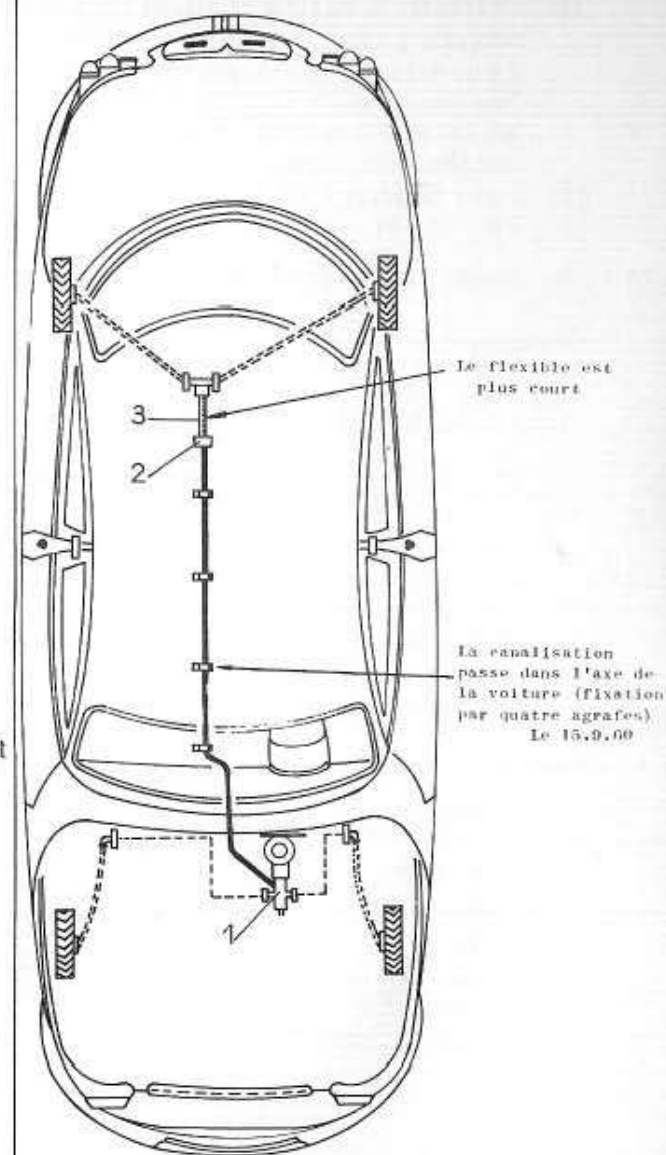

Fig. 11
- 2) Dévisser la vis raccord (1 - Fig. 11). A l'aide d'un tournevis cruciforme coudé, dévisser légèrement le pontet support de tube placé sous la caisse au-dessus de la traverse. (plate de 12)
- 3) Dévisser la vis raccord (2) fixant la tuyauterie sur le flexible (3).
- 6) Visser à la main les vis raccord (1) et (2), bloquer ces vis à $1,3 \pm \frac{0,2}{0}$ m/kg. (dynamométrique à embout à fourche de 12)